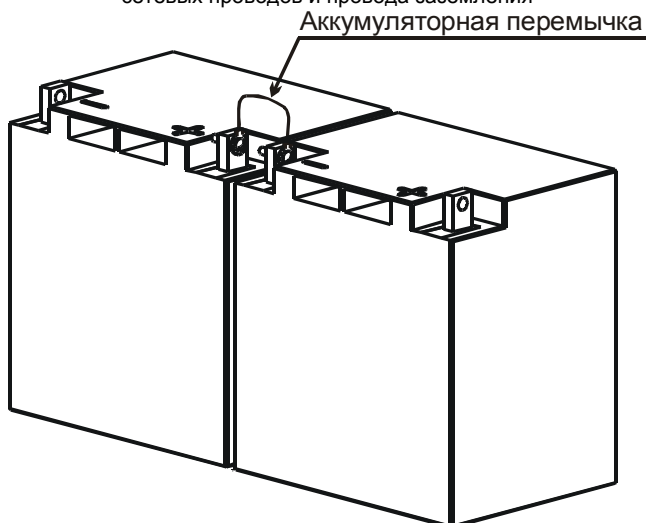

Рис.3 Схема соединения аккумуляторов
- соединить аккумуляторной перемычкой два аккумулятора в батарею как показано на рис.3 Приложения;